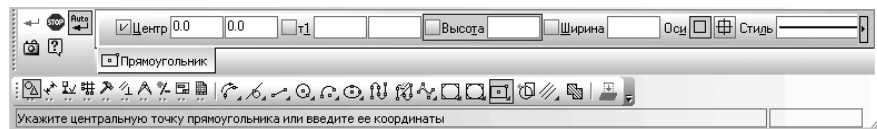

Рис. 8.141. **Панель свойств: Прямоугольник по центру и вершине, Компактная панель**, с нажатой кнопкой , **Прямоугольник по центру и вершине**, и строка сообщений
**Панель свойств: Прямоугольник по центру и вершине, Компактная панель**, с нажатой кнопкой , **Прямоугольник по центру и вершине**, и строка сообщений показаны на рис. 8.141.